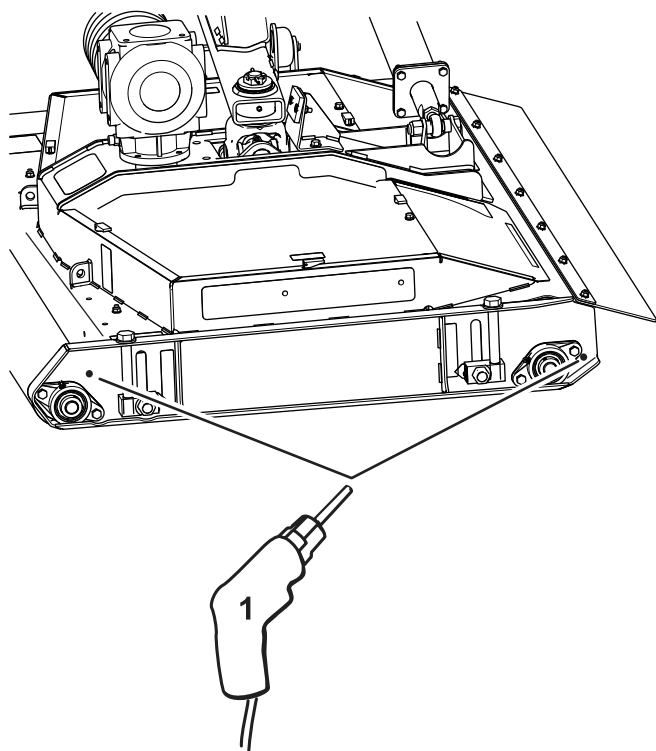

Figura 2
3. Contrassegnete la posizione e praticate fori da 13/32" su ciascun lato alle estremità dei rulli (Figura 2).